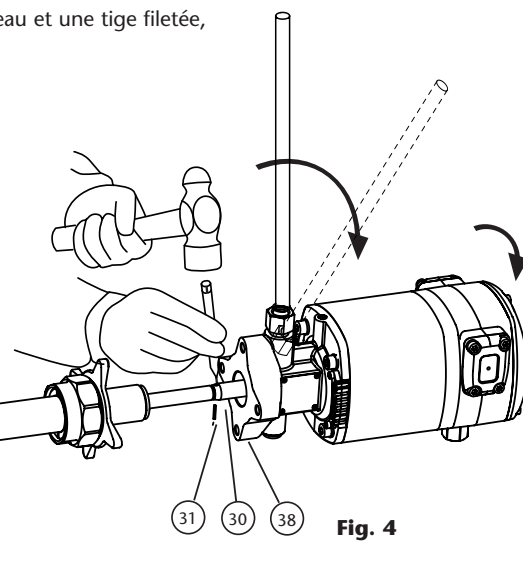

Fig. 4
1. Placez la pompe à l'horizontale sur un établi qui la soutiendra par le tube d'aspiration (fig. 4) Donner quelques coups de marteau dans le tube supérieur (65) près de l'union avec le corps (38) pour rompre le frein filet.
2. Dévissez l'écrou de l'amorçeur (75) et démontez-le (74).
4. Une fois dévissé, tirez le moteur jusqu'à la goupille (31) de la tige (30). Avec un marteau et une tige filetée, sortir la goupille (31). Le moteur est libéré.